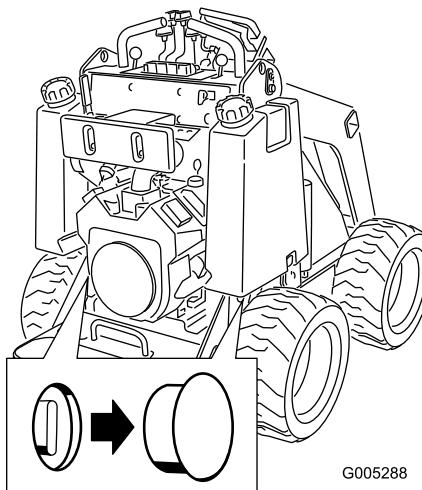

Рисунок 11
- Снимите заглушки, закрывающие все буксировочные клапаны (Рисунок 11).